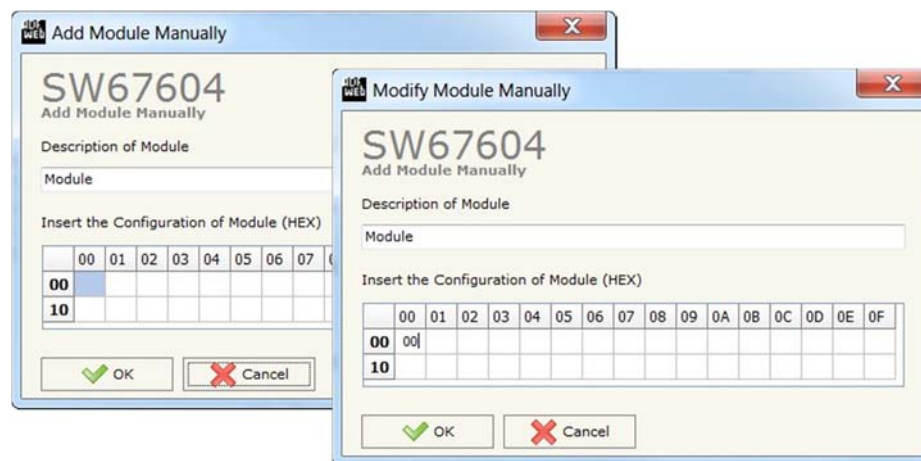

Abb. 12: Add / Modify Module Manually
- Mit den Handsymbolen können Sie einzelne () oder alle Module ( All) von der Liste der verfügbaren Modulen zur Liste der ausgewählten Module hinzufügen oder diese einzeln () oder gesamt ( All) löschen. Um ein eigenes Modul zu erzeugen, klicken Sie auf **[Manual Modul **]. Hier öffnet sich ein Fenster (Abb. 12) in dem Sie ein Modul manuell erstellen können. Um ein manuell erzeugtes Modul zu bearbeiten, müssen Sie einen Doppelklick auf das Modul ausführen. Dies ist nur bei manuell erzeugten Modulen möglich.
Um ein eigenes Modul zu erzeugen, klicken im Reiter „**Module Selection**“ auf **[Manual Modul]**. Hier öffnet sich ein Fenster (Abb. 12), in dem Sie nun ein Modul manuell erstellen können. Um ein manuell erzeugtes Modul zu bearbeiten, müssen Sie einen Doppelklick auf das Modul ausführen. Dies ist nur bei manuell erzeugten Modulen möglich. Anhand des Fensters sehen Sie, ob Sie das Modul neu erstellen (Add Module Manually) oder ein bestehende bearbeiten (Modify Module Manually).